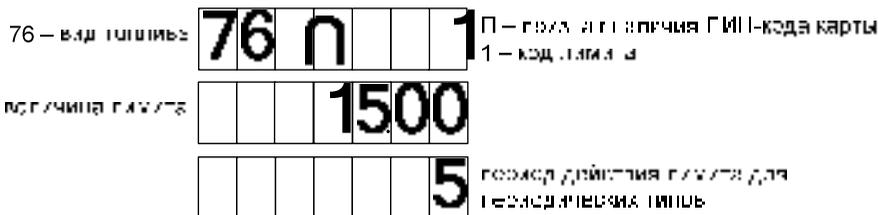

Рисунок 28
12.8 При выборе пункта 7 (**просмотр и редактирование карт и лимитов**) на табло ТРК отобразится экран ввода карты. Необходимо приложить карту к считывателю или ввести ее код с клавиатуры, после чего отобразится информация о лимитах (рисунок 28). Кнопками  или  производится переход по видам топлива.